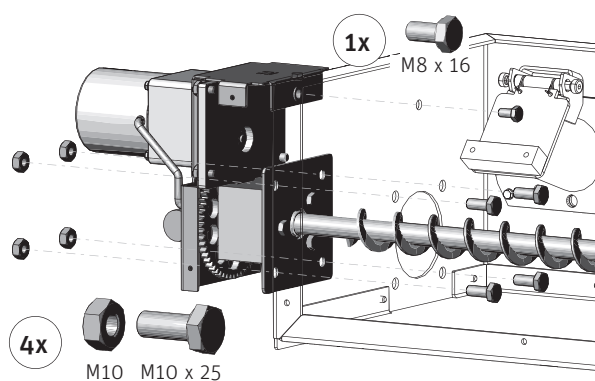

Fig. 224
- Montare il motore prima con 1 vite M8 x 16 in alto (la vite è preassemblata sul contenitore di raccolta) e poi in basso con 4 viti M10 x 25 e dadi M10 – Fig. 224.